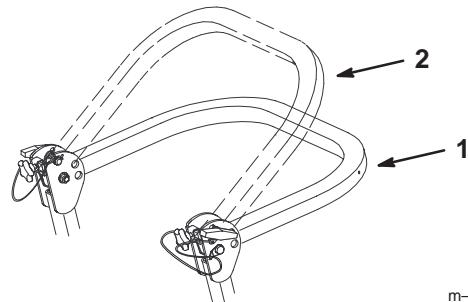

Figure 2
3. Abaissez l'arceau de sécurité à la position basse. La position abaissée est à deux niveaux (voir Figure 2).